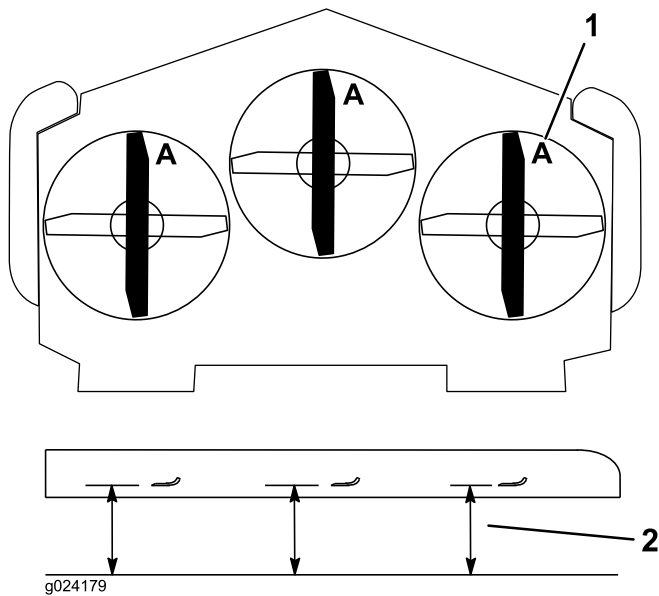

Figura 97
3. Gire las cuchillas hasta que los extremos estén orientados hacia adelante y hacia atrás (Figura 97). Mida desde una superficie nivelada hasta el filo de corte, posición A, de las cuchillas (Figura 97). Anote esta dimensión.